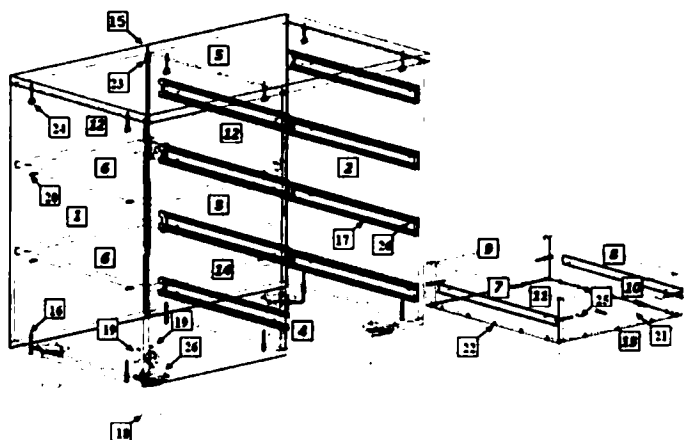

Рис. 1
1. Внимательно ознакомьтесь со схемой сборки, изображенной на рис. 1, сверяясь со спецификацией на изделие. Согласно позициям на схеме и спецификации определите расположение деталей в изделии и порядок их сборки. Сборка производится на ровном полу, укрытом материалом, предотвращающим повреждение покрытия пола и деталей мебели. Подготовьте необходимые для сборки инструменты – плоскую и крестовую отвертки, молоток, рулетку или линейку.
2. На горизонтальной нижней стенке 4 шурупами 4x16 (26) закрепите опоры (18). На вертикальных боковых стенках и средней стенке (1,2,3) – установите цилиндрические части эксцентриковых стяжек (24) в предназначенные для них отверстия; установите полкодержатели (20). На боковую (1,2) и среднюю стенку (3) шурупами 4x16 (26) закрепите направляющие (17). На крышке (5) установите штоки эксцентриковых стяжек 24.
3. Евровинтами (3), как показано на рис. 1, соедините вертикальные стенки (1,2,3) с горизонтальные стенки (4). Установите крышку. Затяжка соединения производится путём поворота эксцентриков до упора в направлении стрелки, выштампованной на корпусе стяжки. Гвоздями (15) закрепите задние стенки (12). Для крепления задней стенки к средней стенке используйте скрепки (23) с шурупами (26).
4. Сборка ящика. Внимание! Присадка отверстий на фасадах ящиков выполнена несимметрично, один ящик собирается на левую сторону, второй – на правую. Евровинтами (16) соедините боковые стенки ящика (7,8) с передней (10) и задней (9) стенками. Дно ящика (11) закрепите саморезами (22). Шурупами 4x16 (26) закрепите узкие части направляющих (17). Шурупами 3,5x30 (25) закрепите фасад (13) к передней стенке ящика (10). Установите ручку (21). Установите собранные ящики в корпус тумбы.
5. На дверь (14) шурупами 4x16 (26) закрепите петли (19), установите ручки (21). Двери закрепите к боковым стенкам тумбы. При необходимости отрегулируйте положение фасадов винтами петель. Установите полки (6) на полкодержатели 20.